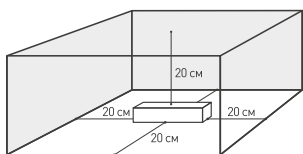
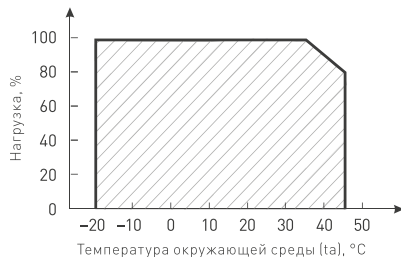

Рис. 1. Свободное пространство вокруг источника
Рис. 2. Максимальная допустимая нагрузка, % от мощности источника
- 4.3. Для естественной вентиляции обеспечьте не менее 20 см свободного пространства вокруг источника питания, как изображено на рис. 1. При невозможности обеспечить свободное пространство используйте принудительную вентиляцию. В случае установки в ограниченном пространстве (например, лайтбокс или профиль) предусмотрите обеспечение требуемого температурного режима источника питания согласно рис. 2.
- 4.4. Не нагружайте источник питания более 80% от его максимальной мощности. Учитывайте, что с повышением температуры окружающей среды максимальная мощность источника питания снижается, см. график зависимости на рис. 2.